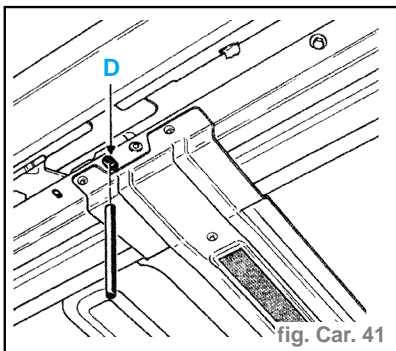

fig. Car. 41
- À deux personnes, repositionner l'ensemble et centrer le toit à l'aide de deux piges Ø 10 en (D). (fig. Car. 41)